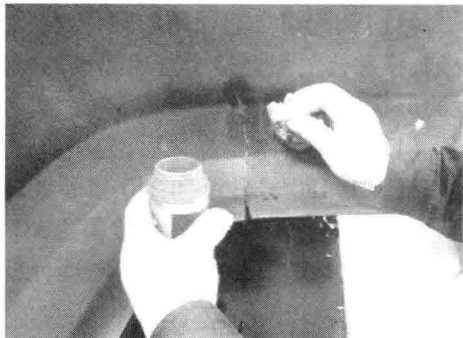

图 1-7 用专用的塑料清洁剂清洗修理表面
- (1) 用热肥皂水将修理部位清洗干净,然后再用水和塑料清洁剂将修理部位擦洗干净(图 1-7)。必须将表面上的蜡、灰尘或油脂清除干净。
- (2) 清洗后,用黏合剂工具包对裂缝进行预处理,这个工具包应含有两种成分:速凝剂和黏合剂。将速凝剂喷涂在裂缝的一侧,然后在同一侧涂上黏合剂,使用黏合剂前要将塑料件加热到 21℃。
- (3) 小心地将划痕或裂缝的两侧恢复到原来的位置,然后快速地用力将它们压在一起。压足 1min,以获得良好的黏结强度。然后,使其硬化 3~12h,或者根据标签上的说明和注意事项,以获得最大的黏结强度。